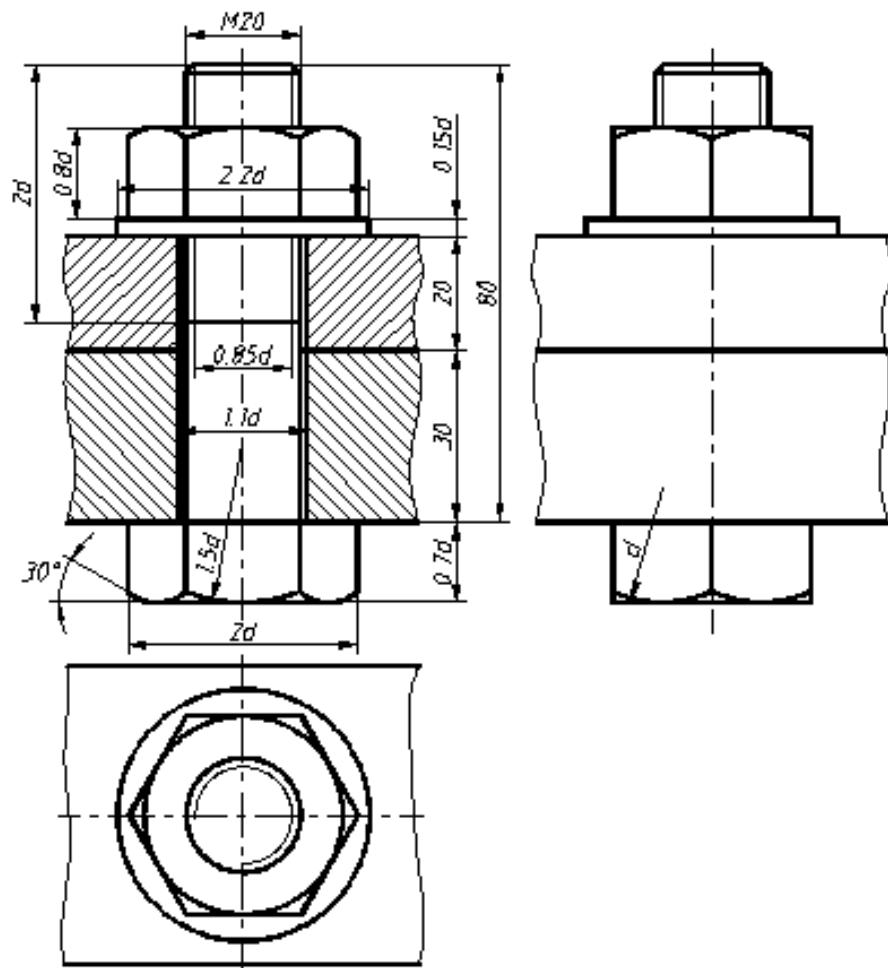

图 5-16 螺栓联接三视图
1. 绘制螺栓联接三视图, 如图 5-16 所示。不标注尺寸。